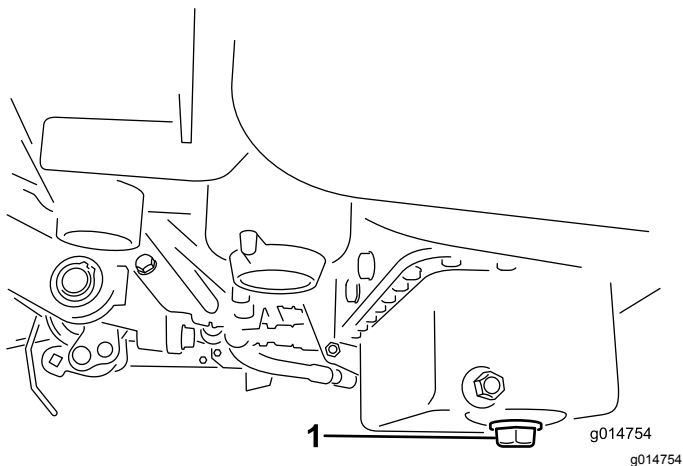

图29
1. 拆下排油塞、让油流入放油盘。油不再流时、安装排油塞图29。